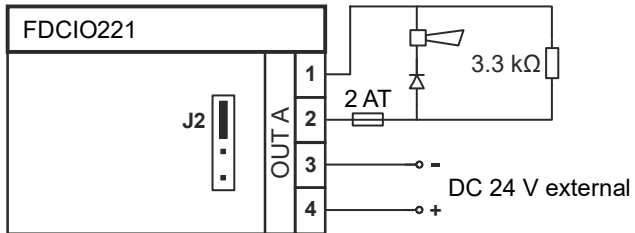
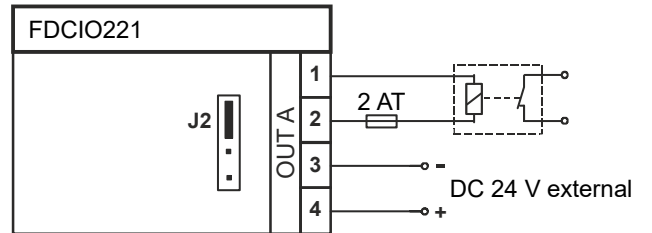
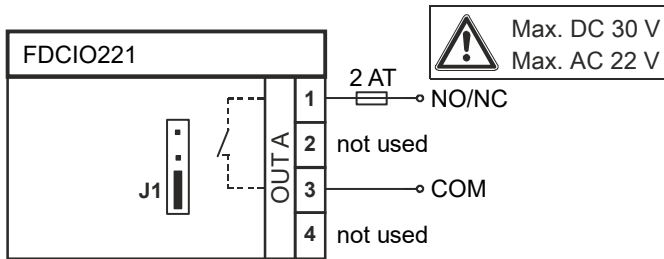

Fig. 9
Fig. 10
Fig. 11
- 'Normal operation' output: Fig. 9
- 'Inverted operation' output: Fig. 10
- Output not monitored: Fig. 11
- DC 24 V supply: Fig. 9/Fig. 10
4. Connect the jumper to J1/J2 depending on how the output is being used and connect the additional components as shown in Fig. 9, Fig. 10 or Fig. 11. Be sure to connect the resistor (Fig. 9) at the end of the line.
- Ausgang 'Normaler Betrieb': Fig. 9
- Ausgang 'Invertierter Betrieb': Fig. 10
- Ausgang nicht überwacht: Fig. 11
- DC 24 V-Speisung: Fig. 9/10
- Stecken Sie den Jumper auf J1/J2 entsprechend der Einsatzart des Ausgangs und schließen Sie die zusätzlichen Komponenten gemäß Fig. 9, Fig. 10 oder Fig. 11 an. Achten Sie darauf, dass der Widerstand (Fig. 9) am Ende der Leitung angeschlossen wird.